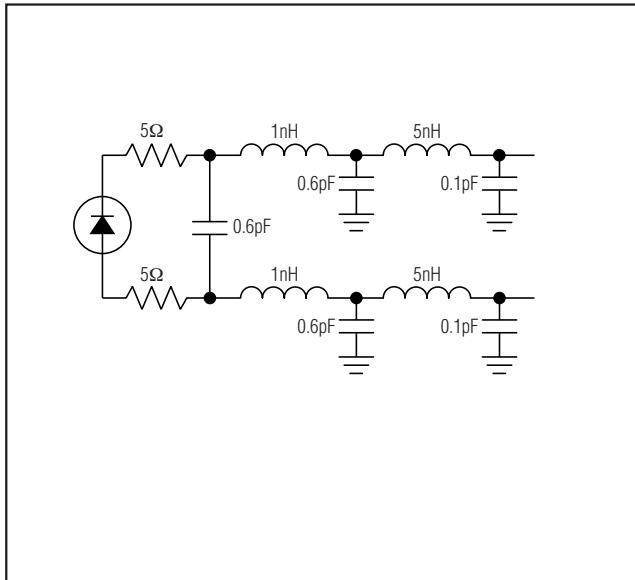

图2. 光电二极管和激光头模型
**Note 6:** Includes the effects of a packaged photodiode having the characteristics shown in Figure 2.
光输入电路包括光电二极管偏置电路、按照直流光电二极管电流调整VAGC的运算放大器(针对AGC工作)、输出非平衡变压器以及75Ω输出连接器。提供过孔焊盘，用于连接三工器(triplexer)模拟光电二极管引线。对于引线电感显著低于图2所示数值的配置，由于光电二极管电容和封装引线电感会影响增益提升值，在PC板上提供分立电感可增大增益的提升值。按照评估板配置， $C_{PD} = 0.5pF$ (典型值)的光电二极管通过5mm(最小)引线安装到过孔，通常可以获得4dB的增益提升。阳极和阴极连接中，应将布线电容和电感配置得尽可能对称，这一点非常重要。